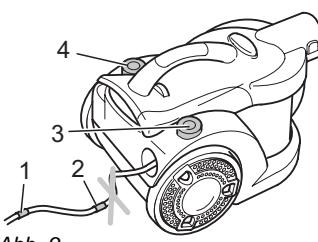

Abb. 9
2. Ziehen Sie das Stromkabel am Stecker bis zur gelben Markierung (Abb. 9/1) heraus.
Gefahr eines elektrischen Schlags! Falls die rote Markierung (Abb. 9/2) sichtbar ist, ziehen Sie das Stromkabel mithilfe der Kabelaufrolltaste (Abb. 9/3) wieder bis zur gelben Markierung ein. Andernfalls kann das Stromkabel abreißen.
4. Schalten Sie den Bodenstaubsauger am Ein-/Aus-Schalter (Abb. 9/4) ein.